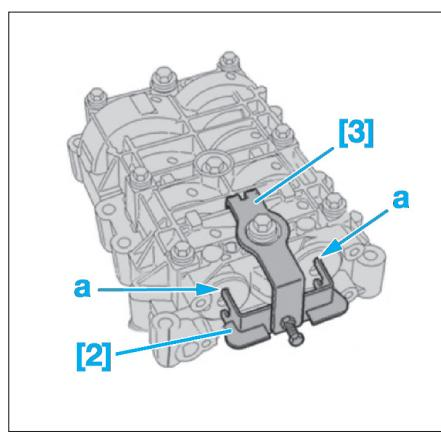

Fig. 92
- [2]. Calibre de positionnement d'arbre d'équilibrage (réf. 8610-T.D / 0190 D) (Fig.92).
- [3]. Bride de calibre de positionnement d'arbre d'équilibrage (réf. 8610-T.E / 0190 E2) (Fig.92).
- A l'aide des outils [2] et [3], pincer le boîtier d'arbres d'équilibrage (Fig.92).